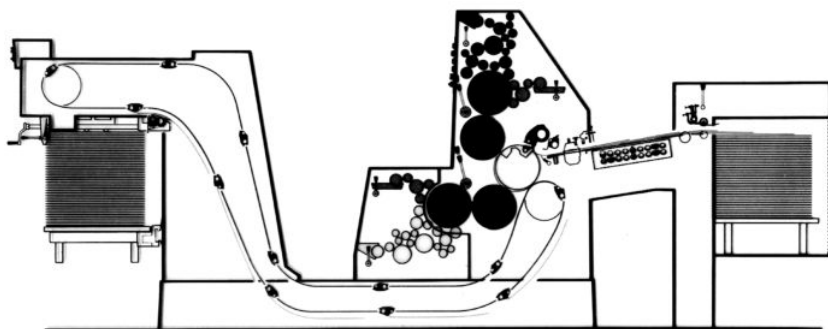

图 1-4 卫星式双色胶印机
(2) 双色胶印机 双色胶印机是在一个工作循环中完成印品表面两色印刷，并进行套印的印刷机。这种双色胶印机的工作效率比单色胶印机高，但结构较为复杂，如图 1-4 所示。北人 J2205 胶印机属于这种结构类型。